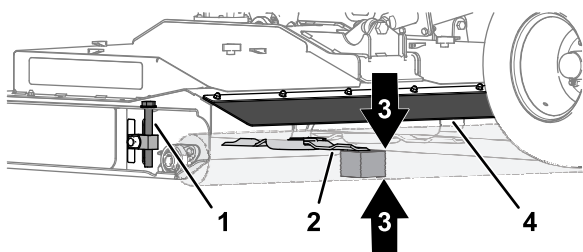

Figure 80
- À l'arrière du plateau de coupe, soulevez le déflecteur arrière et placez l'entretoise en bois de 51 mm entre l'extrémité arrière de la lame centrale et le sol (Figure 80).